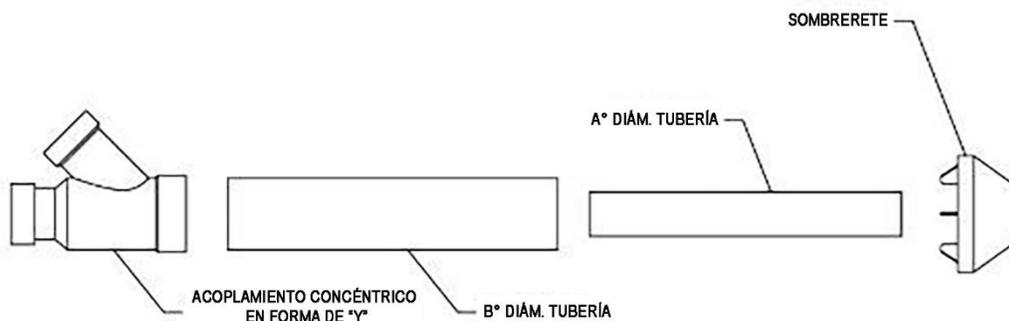
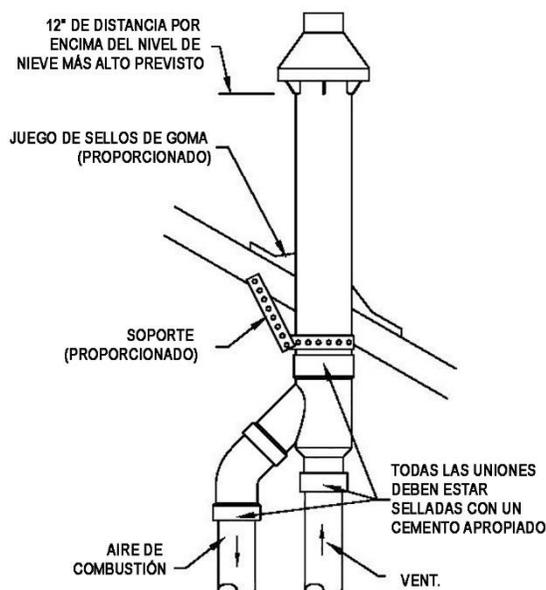

Figura 20: Identificación de piezas del kit de ventilación concéntrico
Figura 22: Colocación de la ventilación concéntrica sobre el techo
- a. Cemente el acoplamiento en forma de "Y" concéntrico con la tubería de mayor diámetro (consulte la Figura 20).
- Afirmar el conjunto a la estructura del techo como se muestra en la Figura 22, usando las correas de metal proporcionadas o un material de sostén equivalente.
Asegúrese de que la altura de la terminación quede por encima de la superficie del techo o del nivel de nevadas previsto (consulte la Figura 22).
- Cemente las tuberías de ventilación y de aire de combustión del calentador al conjunto de acoplamientos concéntricos en forma de "Y" (consulte la Figura 20). Consulte la Figura 22 para conocer la forma adecuada de colocar la tubería.
- a. Cemente el acoplamiento concéntrico en forma de "Y" a la tubería de mayor diámetro del kit (consulte la Figura 20).